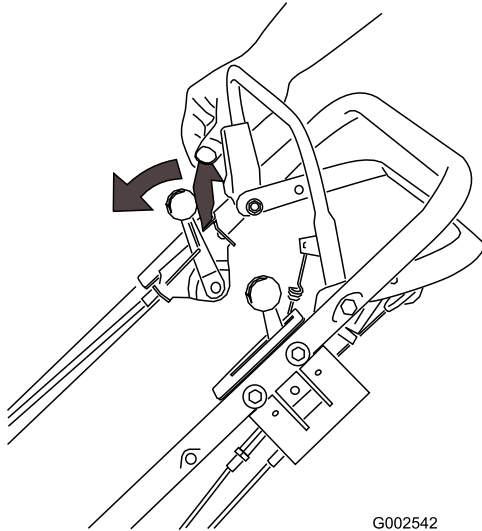

Figura 14
1. Empuje hacia adelante el mecanismo de bloqueo de la barra de control (Figura 14).